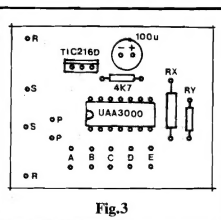

Fig. 3
- **FIG. 3 - "CHAPEADO" DA MONTAGEM** - Com a placa agora vista pelo lado **não cobreado**, os irrisoriamente poucos componentes todos posicionados, não há o que errar...! Basta observar a orientação dos três compo-